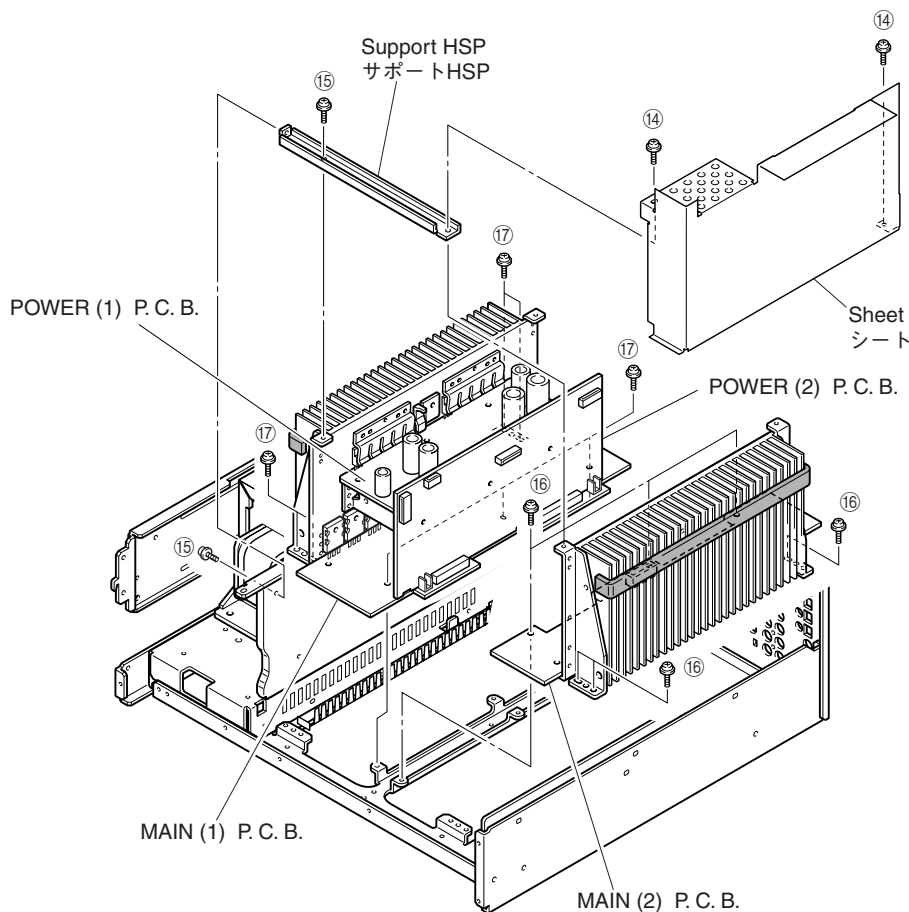

Fig. 5
7. Removal of MAIN (2) P.C.B.
- a. Remove 2 screws (14) and 2 screws (15). (Fig. 5)
- b. Remove the seat and support HSP. (Fig. 5)
- c. Remove 7 screws (16). (Fig. 5)
- d. Remove MAIN (2) P.C.B. together with the heat sink by lifting them up. (Fig. 5)
8. Removal of POWER (1), POWER (2) and MAIN (1) P.C.B.'s.
- a. Remove 7 screws (17). (Fig. 5)
- f. Remove POWER (1), POWER (2) and MAIN (1) P.C.B.'s together with the heat sink. (Fig. 5)
7. MAIN (2) P.C.B.の外し方
- a. ⑭のネジ2本、⑮のネジ2本を外します。(Fig. 5)
- b. シートとサポートHSPを取り外します。(Fig. 5)
- c. ⑯のネジ7本を外します。(Fig. 5)
- d. MAIN (2) P.C.B.を、ヒートシンクといっしょに上方に取り外します。(Fig. 5)
8. POWER (1)、POWER (2)、MAIN (1) P.C.B.の外し方
- a. ⑰のネジ7本を外します。(Fig. 5)
- f. POWER (1)、POWER (2)、MAIN (1) P.C.B.を、ヒートシンクといっしょに上方に取り外します。(Fig. 5)